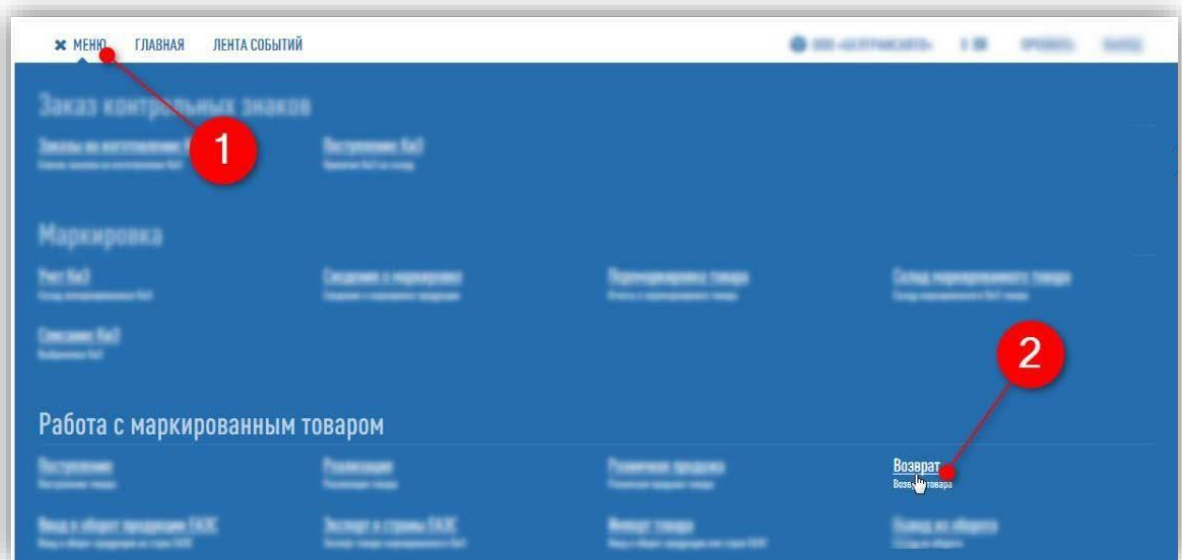

Рисунок 122 – Возврат от покупателя
- выберите пункт «Меню – Работа с маркированным товаром - Возврат» (рис. 122).